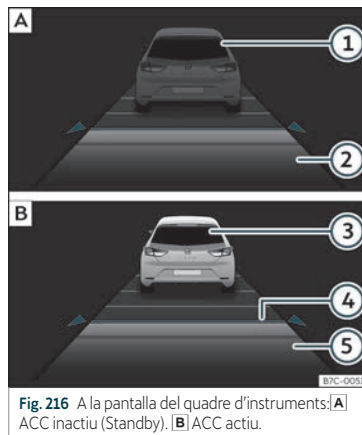

Fig. 216 A la pantalla del quadre d'instruments: [A] ACC inactiu (Standby). [B] ACC actiu.
Indicacions a la pantalla » **fig. 216:**
Quan l'ACC està connectat, al quadre d'instruments s'hi il·lumina l'indicador de control verd (☺) i a la pantalla s'hi mostra la velocitat programada i l'estat de l'ACC >>> **fig. 216**.
i la distància. La imatge del quadre passarà a mode **Actiu** >>> **fig. 216** ⑧.
- Per programar la velocitat, desplaceu la tercera palanca cap amunt (+) o cap avall (-) fins a la velocitat desitjada >>> **fig. 216** ⑥. L'ajust de la velocitat es realitza en intervals de 10 km/h (6 mph).
A la pantalla del quadre d'instruments es modifica el nivell de distància seleccionat >>> **fig. 216** ④. Es pot escollir entre 5 nivells de distància. CUPRA recomana el nivell 3. La »